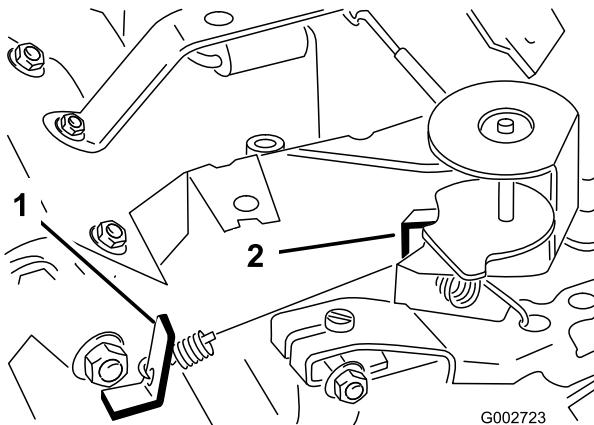

Figura 41
3. Piegate la linguetta di ancoraggio della molla regolata alla minima (Figura 41) per ottenere una velocità minima di 1.675 - 1.175 giri/min.
- Piegate la linguetta di ancoraggio della molla del massimo (Figura 41) per ottenere una velocità massima di 3.350 - 3.450 giri/min.